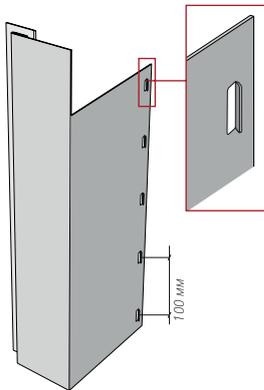
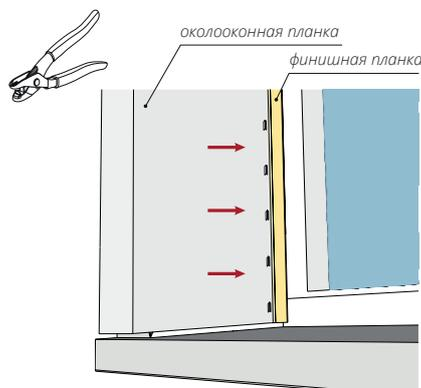

Рисунок 69
Рисунок 70
- 15.16** После того как околооконные планки подрезаны и подогнаны под размер оконного проема, используя просекатель насечек (рис. 69), сделайте насечки с интервалом 100 мм друг от друга. Вставьте околооконные планки в финишную планку (рис. 70). Произведите финальный монтаж согласно общим правилам монтажа.